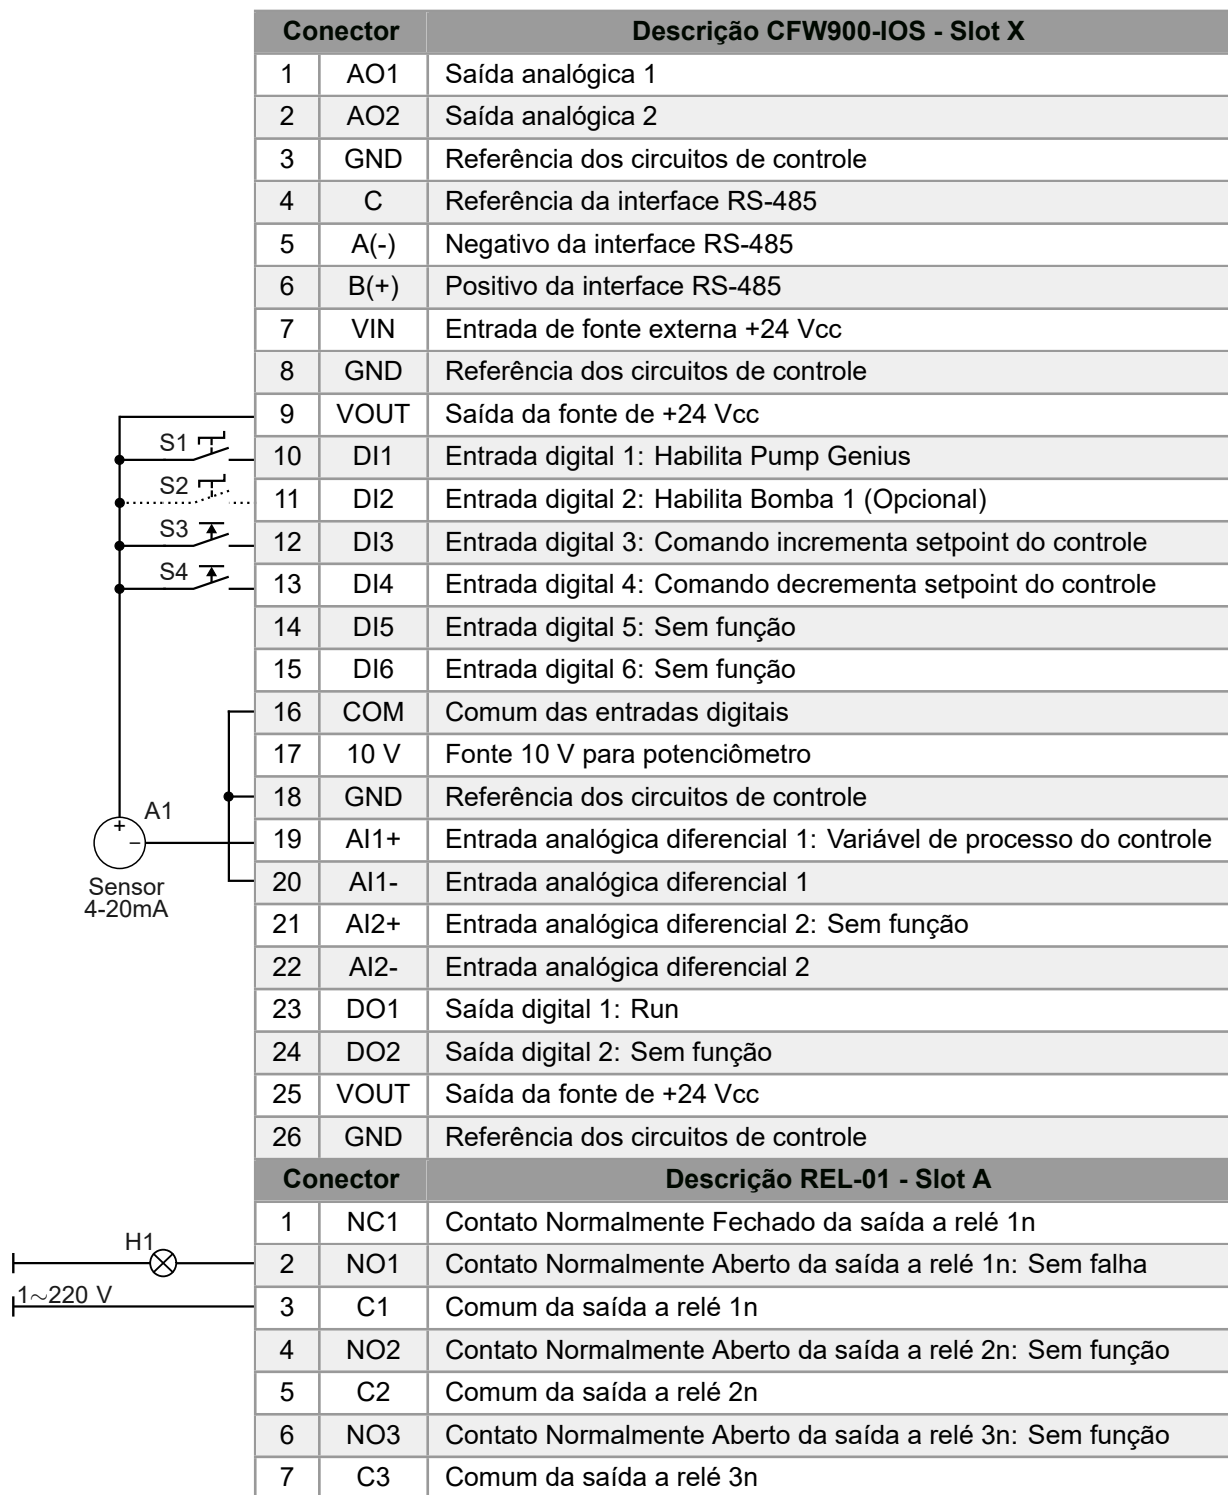

Figura 3.6: Sinais nos conectores dos módulos IO para setpoint do controle via potenciômetro eletrônico (PE)
A Figura 3.6 na página 3-7 apresenta as conexões do controle (entradas/saídas analógicas, entradas/saídas digitais) que devem ser feitas nos conectores dos módulos IO do inversor de frequência CFW900 para ter o setpoint do controle via potenciômetro eletrônico (PE).